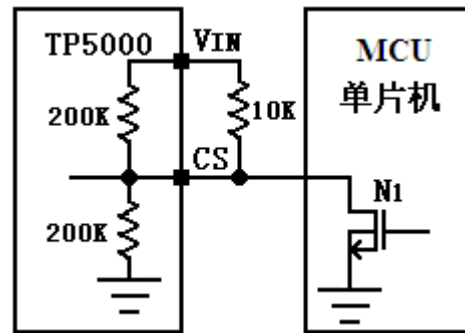

图 4 受外部控制的 4.2V 锂离子电池充电状态与停机状态的切换
4.2V 锂离子电池充电状态与停机模式的切换。如图 4 所示，通过一个开漏输出端口与 CS 端连接，如果 NMOS 管栅极输入低电平，N1 截止，此时 CS 端接高电平，则充电截止电压为 4.2V，TP5000 为锂离子电池充电。当 NMOS 管栅极输入高电平，N1 导通，此时 CS 端被下拉到 GND，TP5000 为停机模式。